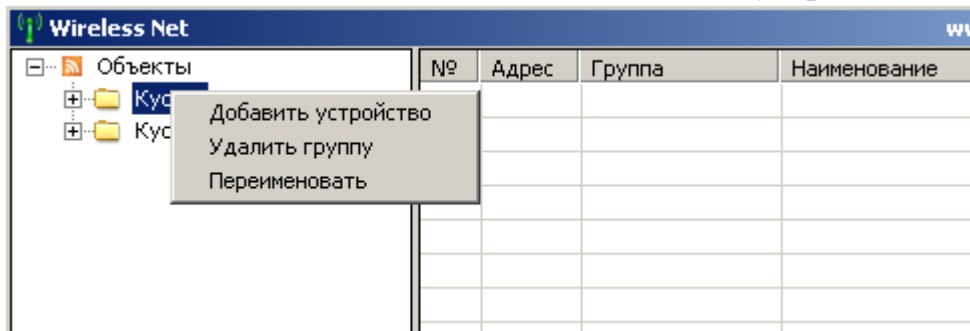
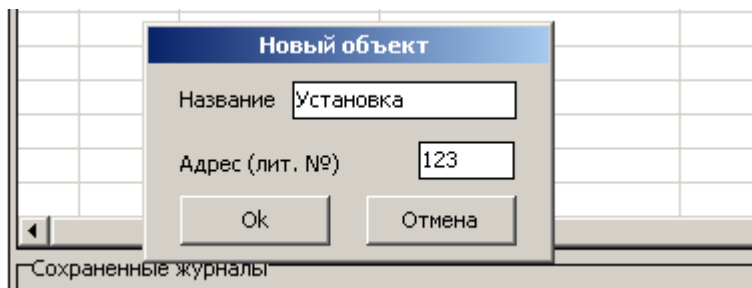

Рисунок 7 – добавление устройства
Рисунок 8 – ввод данных электроустановки
5.3.3 Щелчком правой кнопки мышки по выбранной группе вызвать контекстное меню и выбрать пункт «добавить устройство» (рис. 7). Ввести литерный номер (номер прибора защиты может быть прочитан с помощью адаптера USB) и наименование электроустановки и нажать кнопку «ОК» (рис. 8). Аналогично добавить необходимое количество устройств по группам.